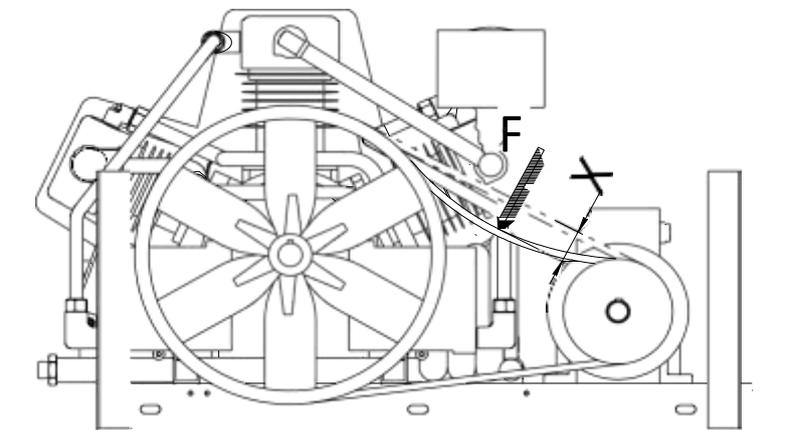

Рисунок 6
Для проверки натяжения ремней выполните следующие действия (смотрите рисунок 6):
- 3 Приложите силу F с усилием 40...55 Н, перпендикулярно к середине ремня (рисунок 6).